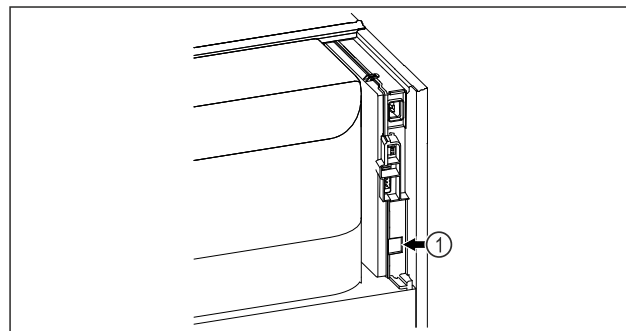

Fig. 90
- SmartModule Fig. 90 (1) naudojamas.